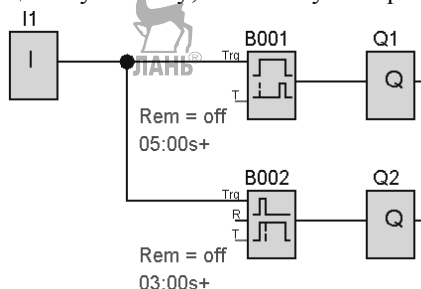

Рис. 9.9. Коммутационная схема
- Собрать коммутационную схему, показанную на рис. 9.9.